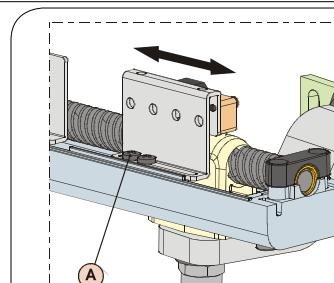

Рис. 24
- 3) Ослабьте фиксирующие винты концевого выключателя, который планируется отрегулировать, Рис.24 сноска A.